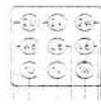

Bild 8
- mit Anlasspolumschalter with pole-changing starting switch -> Bild 8